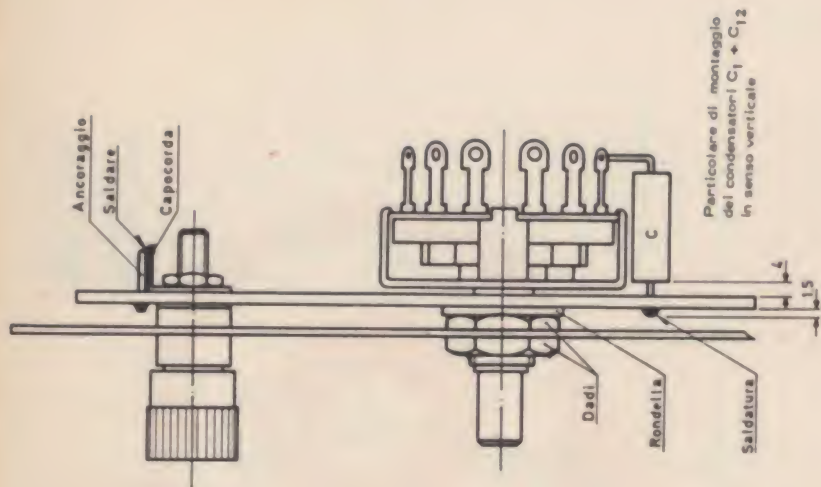

Fig. 3 - Asieme di montaggio dei componenti.
Montaggio dei componenti sul circuito stampato -fig. 3
Montaggio del circuito stampato al pannello frontale - fig. 3
- Montare i morsetti serrafile J1-J2 mettendo in corrispondenza, fra il foro del pannello e quello del circuito stampato, l'anello isolante del morsetto e la rondella metallica in modo che questa aderisca alla parte ramata. Introdurre il morsetto dalla parte del pannello in modo che la vite sporga dal lato della bachelite. Montare il capocorda ed avvitare il dado fino al bloccaggio, quindi piegare la paglietta, saldarla all'ancoraggio corrispondente (vedi particolare in fig. 3).